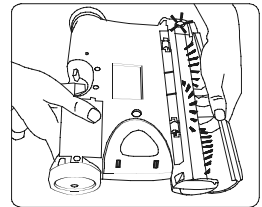

Fig. 8
4. Retirez périodiquement le couvercle de la brosse du devant de la balayeuse sans fil et éliminez toute accumulation de peluche, cheveux ou fibres de la brosse rotative. Pour retirer le couvercle, agrippez-le par le bas, tirez-le vers l'extérieur et vers le haut, jusqu'à ce qu'il se dégage des fentes latérales et des onglets situés sur le dessus de la balayeuse (fig. 8).